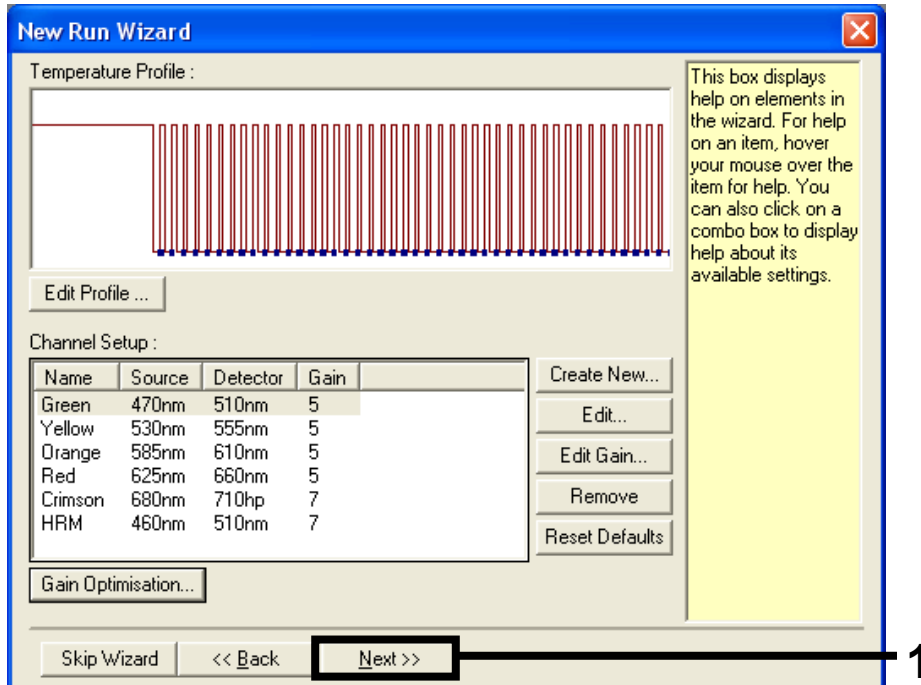

Figure 35. Boîte de dialogue « New Run Wizard » (assistant nouvelle analyse) et écran de modification de la température (1 = bouton « Next » (suivant)).
4. La fenêtre suivante permet de modifier le profil de température. Aucune modification n'est nécessaire car le profil a déjà été créé conformément aux instructions figurant dans la section « Protocole : Création d'un profil de température », page 59. Cliquer sur « Next » (suivant) (figure 35).